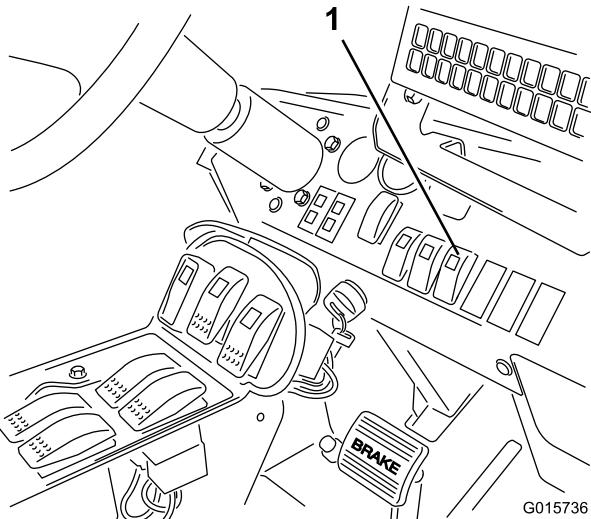

図 23
- ダッシュボード上にあるソニックブームのスイッチをAutoにセットする図23。